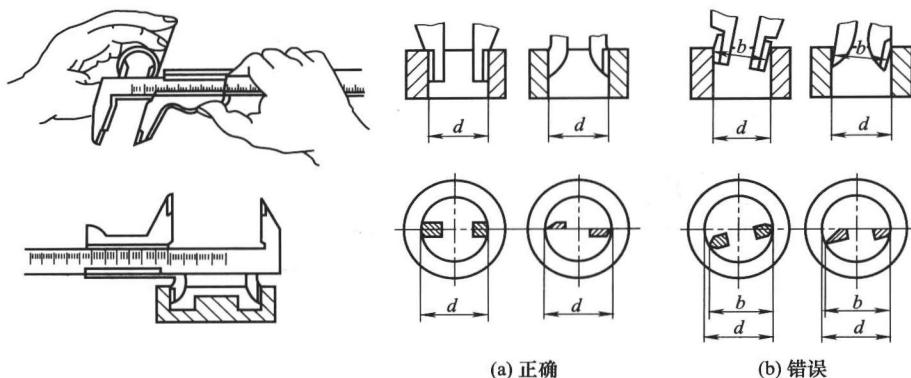

图 1-7 测量内尺寸的方法
4) 测量内尺寸时, 量爪应张开到略小于被测尺寸。测量时两爪应在孔的直径上, 不得倾斜, 如图 1-7 所示。